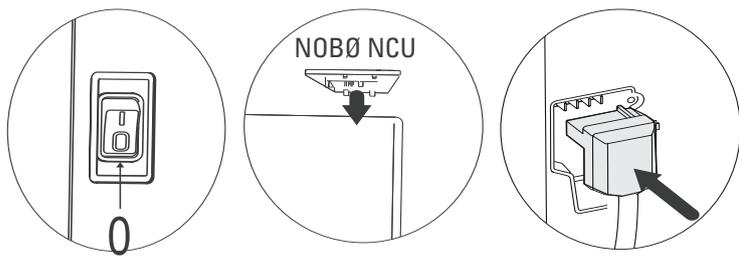

Рис.5
- Регулятор температуры (1)
- Шкала регулятора температуры (2)
- Индикатор работы (3)
**5-1). Электронный термостат:** Термостат **NCU-1S** предназначен для использования с моделями обогревателей **Nobø** серии **Viking NFC2**. Термостат поставляется в собранном виде, и замена должна осуществляться квалифицированным специалистом. Во время установки термостата прибор должен быть отключен от сети электропитания. На рис. 5 ниже показано, как установить термостат и подключить электропитание.